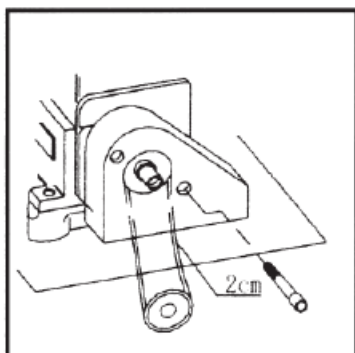

Рис. 3
3. Убедитесь, в том, что двигатель вращается по часовой стрелке, а при нажатии на ремень величина прогиба составляет приблизительно 2 см. В целях безопасности установите кожух ремня (см. Рис. 3)